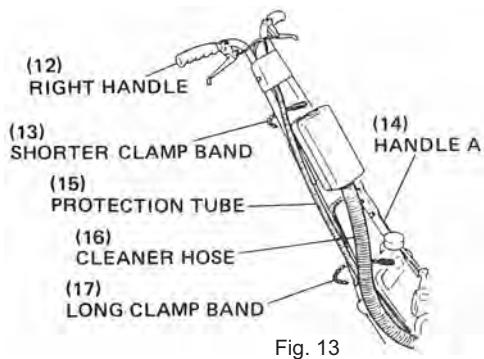

Fig. 13
- Ⓔ d. Clamp the cleaner hose and the protection tube onto handle A using the long clamp. Hook the O-ring with the hose stay on recoil starter. Then clamp the protection tube onto the handle right above the air cleaner with the shorter clamp band. (Fig. 13, 18)
- Ⓒ d. Reinigerschlauch und Schutzrohr auf das Griffstück A mit der langen Klemme festklemmen. Den O-Ring mit der Schlauchstütze am Rücklaufstarter einhaken. Das Schutzrohr auf dem Griffstück über dem Luftreiniger mit dem kurzen Klemmstreifen festklemmen (Abbildung 13 und 18).